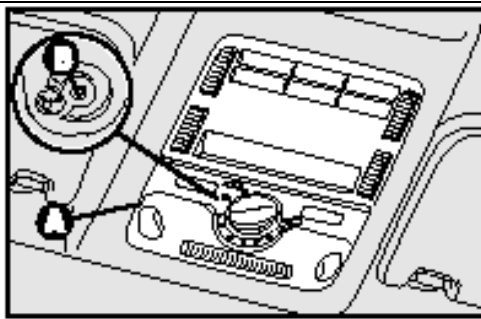

рис.89
- Нажать на пазы плафона, для того чтобы отстегнуть пружины и извлечь передний плафон **А.рис.89.**